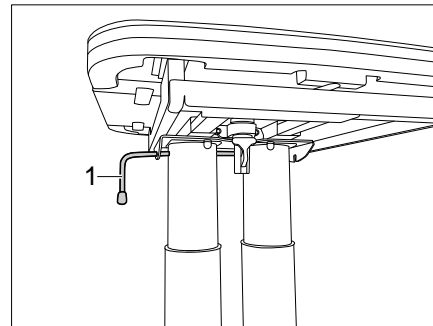

Bild 107 Tisch verriegeln
- Den Verriegelungshebel (Bild 107,1) nach links schwenken. Die Verriegelung ist offen.
- Den Verriegelungshebel (Bild 107,1) nach rechts schwenken. Der Hubtisch ist verriegelt.